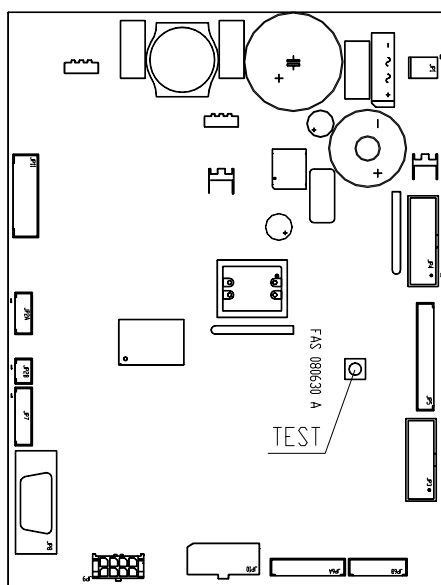

FIG. 3
- Si sur le display paraîtra le message "MEMORY CLEARED" appuyer sur le bouton placé sur la carte principale à l'intérieur du box monnayeur (voir fig. 3) pour mettre la mémoire à l'état initial. Sur le display paraîtra le message "PORTE OUVERTE MACHINE EN ENTRETIEN". Le distributeur automatique procédera automatiquement à l'exécution d'un autotest. Si aucune erreur n'a été relevée, la colonne se placera en position de départ et le distributeur sera prêt pour la mise en fonction.